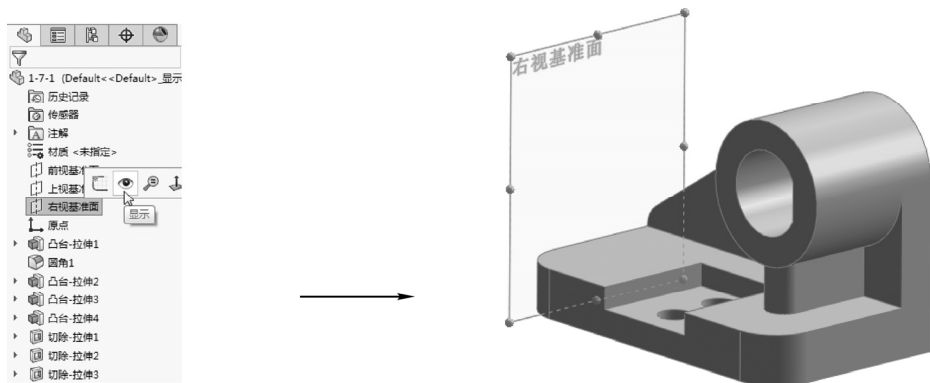

图 1-58 显示右视基准平面操作
STEP 8 再次单击“剖面视图”按钮取消剖面视图状态; 单击 FeatureManager 模型树中的“右视基准面”特征, 在弹出的工具栏中单击“显示”按钮, 显示默认隐藏的前视基准平面, 如图 1-58 所示。